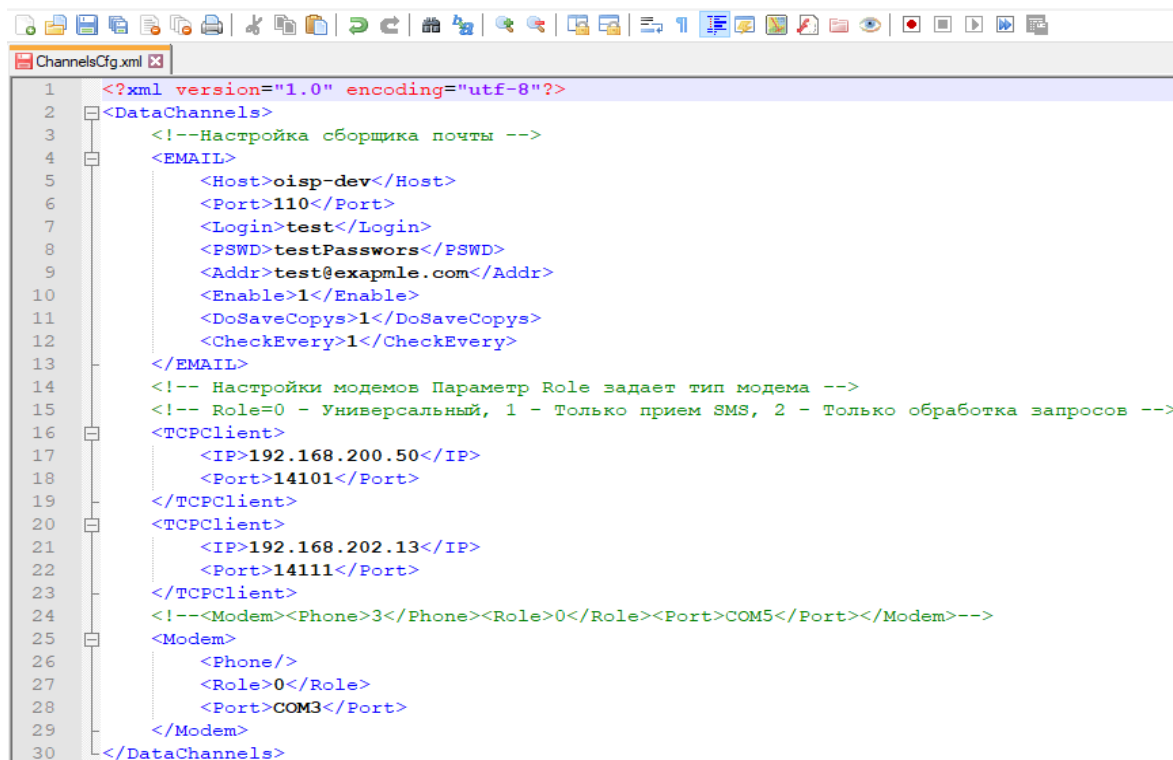

Рисунок 6. Окно файла «ChannelsCfg.xml».
5.12 Для изменения файла «ChannelsCfg.xml» откройте его в рабочей директории программы с помощью блокнота (или другим текстовым редактором), рисунок 6.